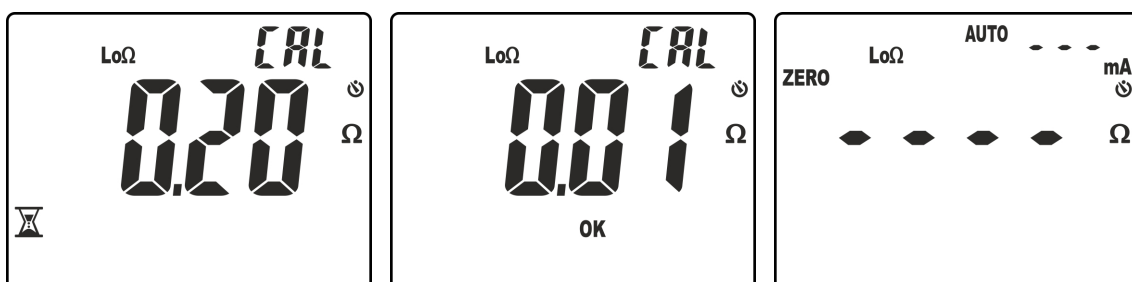

Fig. 33: Résultats de la remise à zéro exécutée correctement
4. L'instrument exécute la première mesure en relevant la résistance des câbles d'essai (voir Fig. 33 – à gauche). Si la valeur compensée (ZERO) est  $\leq 5.00\Omega$  la maintient en mémoire et exécute la vérification suivante en exécutant une seconde mesure et en faisant la différence entre cette nouvelle valeur et celle compensée. Si la valeur s'avère être  $\leq 0.01\Omega$  l'étalonnage est conformé et le message « OK » s'affiche à l'écran (voir Fig. 33 – au centre). Ensuite, l'instrument revient à la page-écran de mesure avec le message « ZERO » présent à l'écran pour indiquer la présence de la compensation des câbles